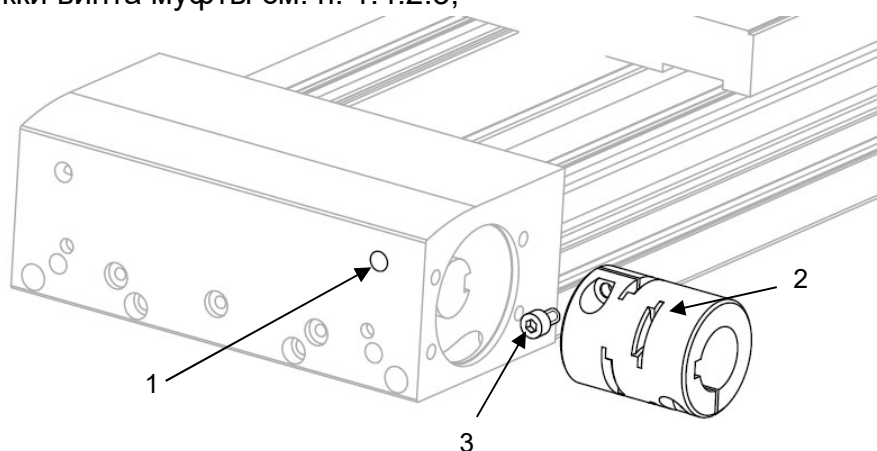

Рисунок 7 – Установка муфты на модуль
- 1) Установите муфту (поз. 2) на вал модуля (поз. 1) (см. рисунок 7). Закрепите муфту с помощью винта (поз. 3) через отверстие в модуле (поз. 1). Момент затяжки винта муфты см. п. 1.4.2.3;